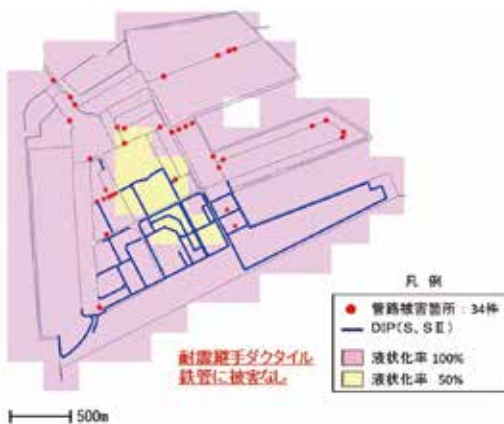

図1 液状化による管路被害集中箇所でも被害がなかった耐震継手ダクタイトイル鉄管
①阪神淡路大震災で全面的に液状化が発生した神戸市ポートアイランドでの管路被害と耐震継手ダクタイトイル鉄管の埋設状況を図1に示す。一般継手ダクタイトイル鉄管に34件の被害が発生したが、耐震継手ダクタイトイル鉄管の被害は報告されていない。